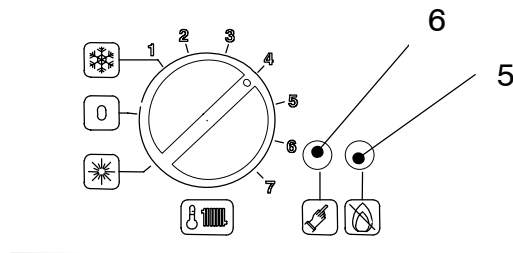

Fig. 3-2
**If the lock-out signal lamp comes on** this indicates that the safety lock-out 5 (Fig. 3-2) has stopped the boiler
To re-start the boiler, it is necessary to press the boiler reset button 6 (Fig. 3-2).
Чтобы снова запустить котел, необходимо нажать кнопку повторного включения котла 6 (рис. 3.2)